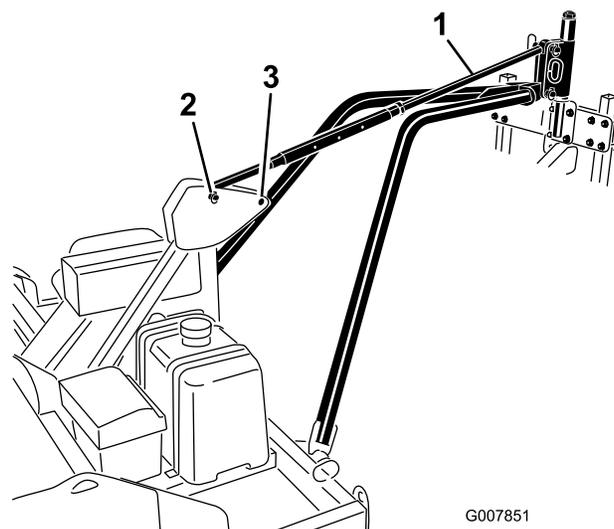

Figura 14
- Alinee el taladro de la placa de enganche del brazo de tiro con los taladros inferiores del enganche pivotante del aireador (Figura 14).
- Sujete la varilla de regulación de la inclinación a los taladros superiores del enganche pivotante del aireador y el enganche pivotante del bastidor con pasadores de enganche y pasadores de seguridad (Figura 14).